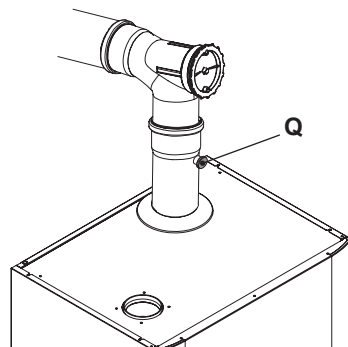

Figura 7.10
- Collegare un analizzatore fumi alla presa di analisi fumi (Q) posta sugli scarichi fumi della caldaia Figura 7.10.